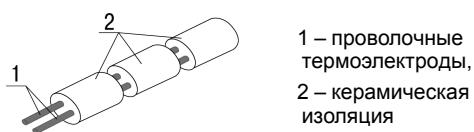

Рисунок 3.2 – Конструкция проволочного ЧЭ
- проволочные ЧЭ (образованы двумя проволочными термоэлектродами диаметром 0,5–3,2 мм, которые находятся в керамических бусах или оплётке из кремнеземной нити), см. рисунок 3.2;